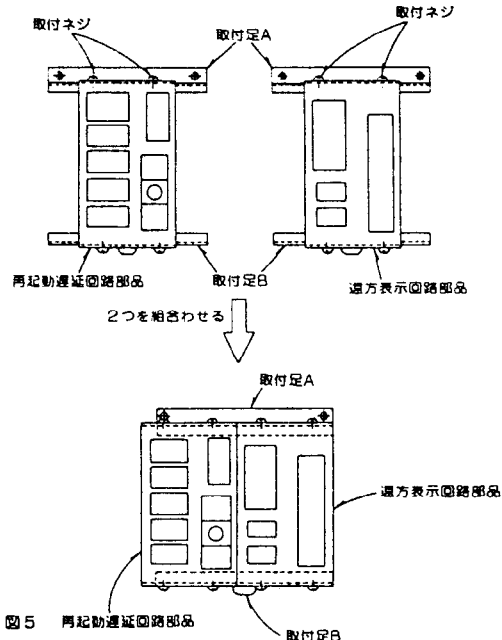

図5 再起動遅延回路部品
(1)遠方表示回路部品の取付足A、B、及び再起動遅延回路部品の取付足A、B(遠方表示回路部品の取付足A、Bと同一)を外し(取付ネジ各2個)遠方表示回路部品を右に、再起動遅延回路部品は左にくるように並べ取付足A、Bに取付けます。(図5参照)